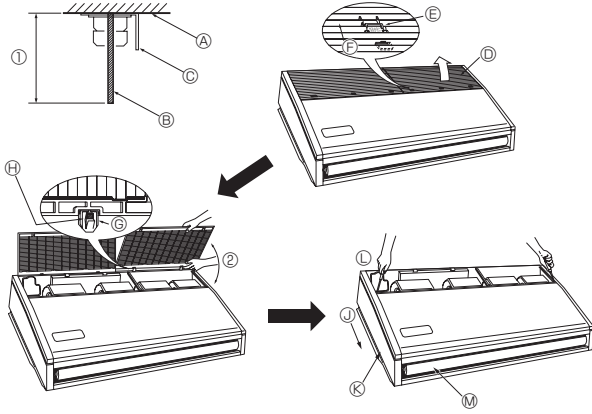

Fig. 3-4
3.2.4. İç ünitenin hazırlanması (Fig. 3-4)